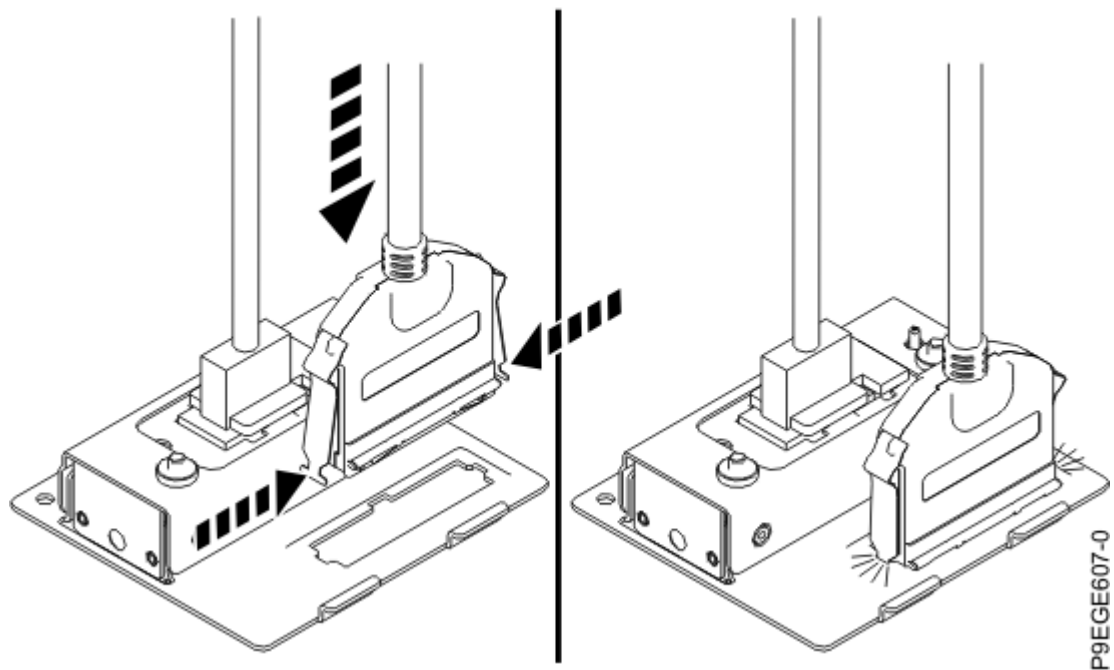

図 22. 前面 USB ケーブルおよびソケットの取り付け
2. USB ケーブル・ソケットを USB ホルダーにラッチで止めます。ソケットのつまみがホルダーの位置に合っていることを確認します。つまみを挟み、つまみが所定の位置にラッチで固定されるまで開口部にソケットを挿入します (24 ページの図 22 を参照)。